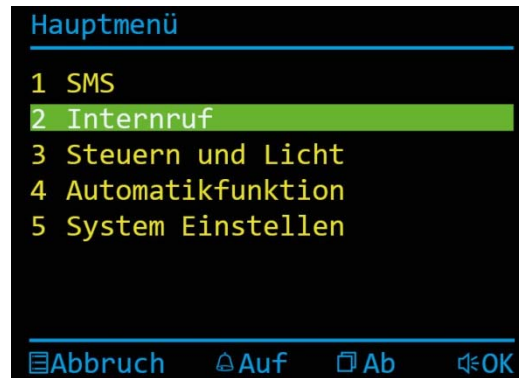

Abb. 28: Hauptmenü - Internruf
- ▶ Drücken Sie die Bildtaste  oder die Ruf AUS-Taste  und wählen Sie das Rufziel aus (Abb. 28).